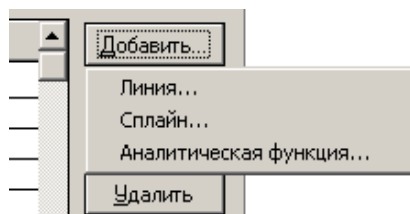

Рис. 4.11 Контекстное меню Добавить...
Кнопка **Добавить...** в диалоговом окне *Функция* позволяет добавить новый объект в КО-НЕЦ уже созданной функции, т. е. поместить его после последнего существующего объекта функции. Добавить можно любой объект (линию, сплайн или аналитическую функцию) из списка, который появляется в контекстном меню (рис. 4.11) при нажатии на кнопку «Добавить...». При выборе одного из предложенных в меню объектов открывается соответствующее диалоговое окно для ввода значений добавляемого объекта.
**Добавление аналитической функции** осуществляется при выборе соответствующего пункта из контекстного меню (рис. 4.11) по такой же схеме, которая была приведена в разделе *Задание графика функцией  $Y = f(X)$* .